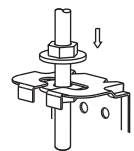

Abb. 5-7
- Nach der einwandfreien Positionierung des Gerätekörpers das Klimagerät durch Festziehen der Muttern stabil fixieren. (Siehe Abb. 5-7)